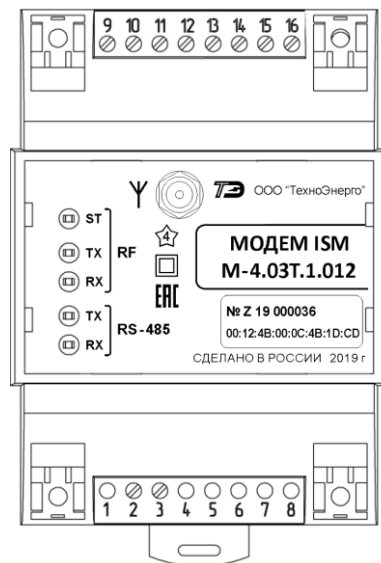

Рисунок 1 Лицевая сторона корпусных модемов
- при установке модема, подразумевающего использование внешней антенны, подключите антенну из комплекта поставки к разъему, расположенному на лицевой панели модема (рисунок 1);